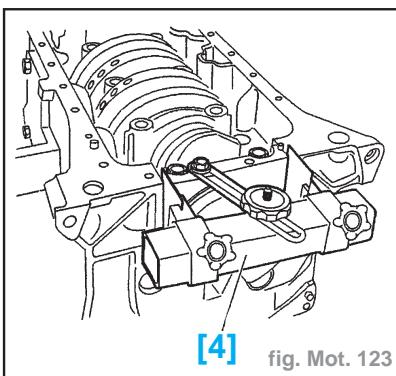

fig. Mot. 123
- Les joints latéraux (17) doivent avoir un minimum de dépassement d'environ **1 mm**.
- Positionner le palier sur les bagues de centrage (fig. Mot. 123).
**Impératif** : Les joints latéraux neufs (17) sont livrés à la longueur et ne doivent pas être coupés.